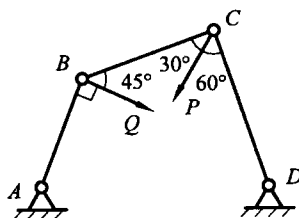

图 2.10
6. 图 2.10 所示铰链机构, 在铰链 B 、 C 处分别有作用力 Q 和 P , 使机构处于平衡状态。试求图示平衡位置时 P 和 Q 的关系。